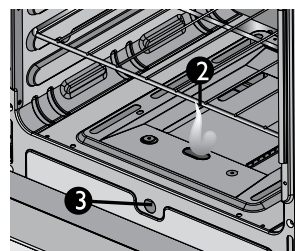

Figura 43.
- Conserve la llama en perforación frontal o superior de ignición hasta que la fuente de calor esté completamente encendida y estable. Verificar a través de las dos perforaciones delanteras o en la perforación frontal según modelo (Ver figura 43).